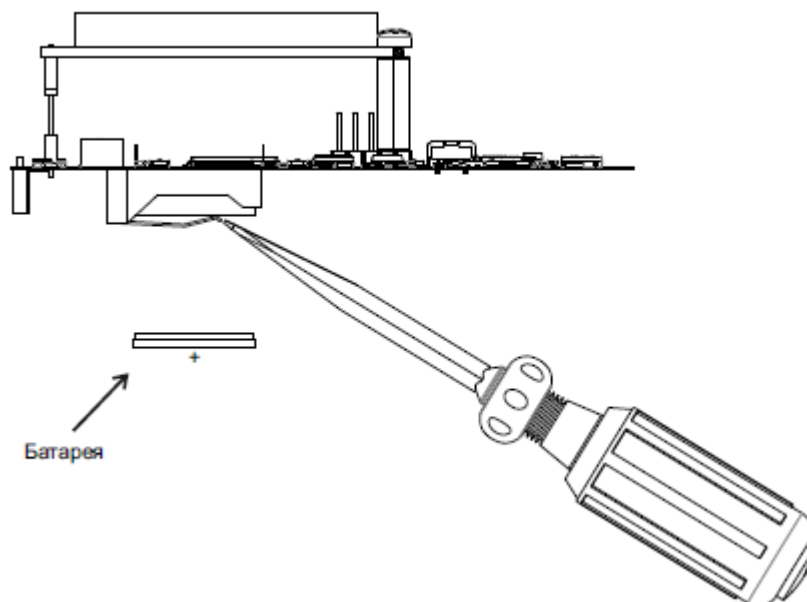

Рисунок 27 – Замена батареи
- вставить новую батарею так, чтобы её «плюс» был направлен вниз, от снятой платы (см. рисунок 27);